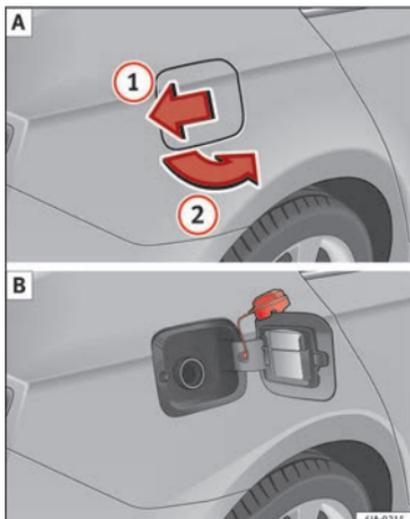

Fig. 48 Parte trasera del vehículo, lado derecho: tapa del depósito/tapa del depósito con el tapón desenroscado.
- Presione sobre la tapa del depósito en el sentido de la flecha ① » **fig. 48 A** y abra la tapa en el sentido de la flecha ②.
- Sujételo en la parte superior de la tapa del depósito » **fig. 48 B**.